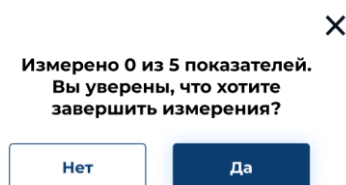

Рисунок 23 – Окно предупреждение
- 2) если внесены измерения не по всем показателям, то появляется всплывающее окно-предупреждение (рисунок 23). Кнопка-значок «Крестик» в правом верхнем углу и кнопка «Нет» в нижнем левом закрывают окно. Кнопка «Да», возвращает к экрану конечного узла, данные отправлены.